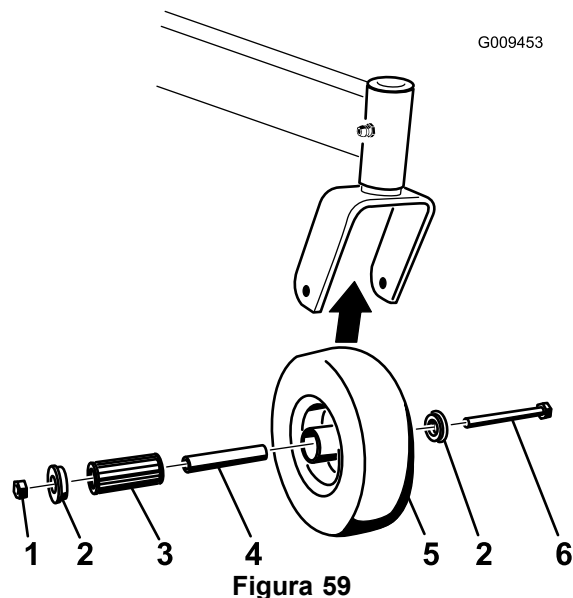

Figura 59
1. Togliete il dado di bloccaggio e il bullone della ruota che sostiene la ruota orientabile sulla forcella orientabile (Figura 59).
2. Togliete una boccola, quindi estraete la boccola chiave e il cuscinetto a rulli dal mozzo della ruota (Figura 59).
3. Togliete l'altra boccola dal mozzo della ruota e pulite via l'eventuale grasso o sporcizia presenti sul mozzo della ruota (Figura 59).
4. Ispezionate il cuscinetto a rulli, le boccole, la boccola chiave e l'interno del mozzo della ruota per verificarne l'usura. Sostituite eventuali parti difettose o usurate (Figura 59).
5. Per il montaggio, collocate una boccola nel mozzo della ruota. Lubrificate il cuscinetto a rulli e il cuscinetto chiave e fateli scorrere nel mozzo della ruota. Posizionate la seconda boccola nel mozzo della ruota (Figura 59).
6. Montate la ruota orientabile nella forcella orientabile e fissatela con il bullone della ruota e il dado di bloccaggio. Serrate il dado di bloccaggio finché la boccola chiave tocca in fondo l'interno delle forcelle orientabili (Figura 59).